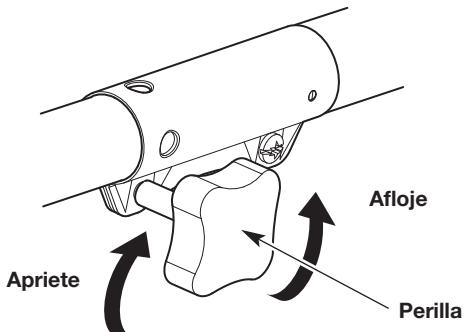

Fig. 3
- Gire la perilla en el sentido contrario a las agujas del reloj para aflojar el acoplador (Fig. 3).
- Gire la perilla en el sentido de las agujas del reloj para apretar el acoplador (Fig. 3).